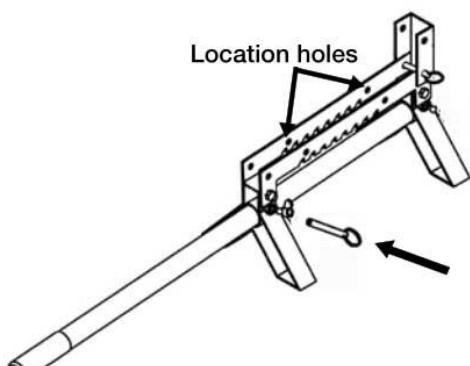

Figura 4
4. Inserire la maniglia attraverso i piedini e fissarla con un perno di rilascio (9,5x38mm) come mostrato in Figura 4.
Inserire la maniglia attraverso i piedini e fissarla con un perno di rilascio (9,5x38mm) come mostrato in Figura 4.